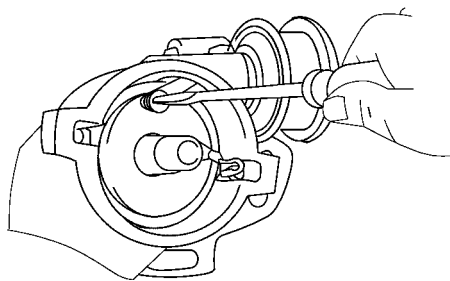

图 5-20 用螺钉旋具拆下 E 形环
1) 使用小的螺钉旋具拆下 E 形密封圈, 如图 5-20 所示。